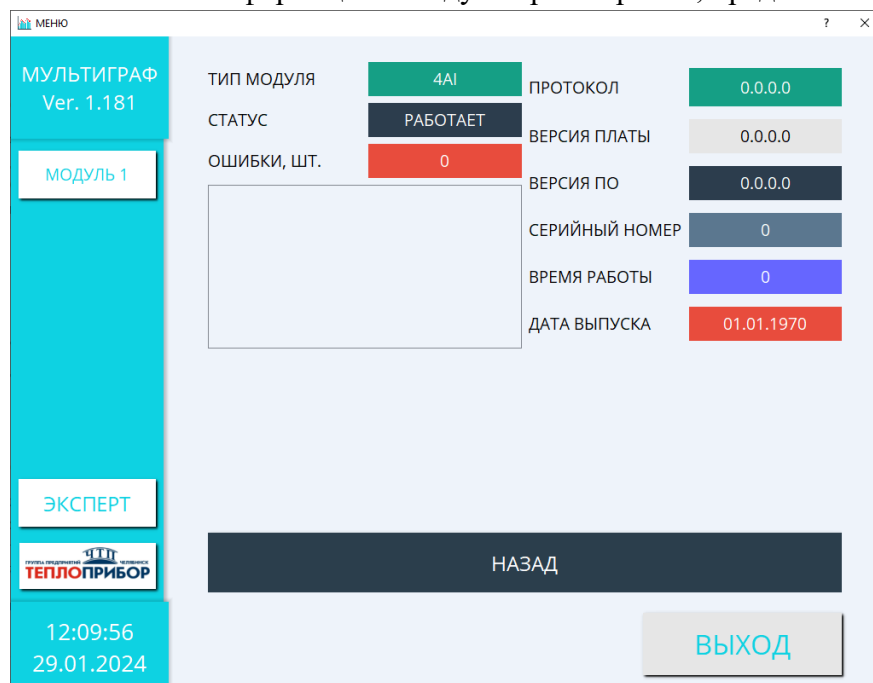

Рисунок 2.63 – Информация о модулях расширения
2) Доступная пользователю информация о модулях расширения, представлена на рис. 2.63.